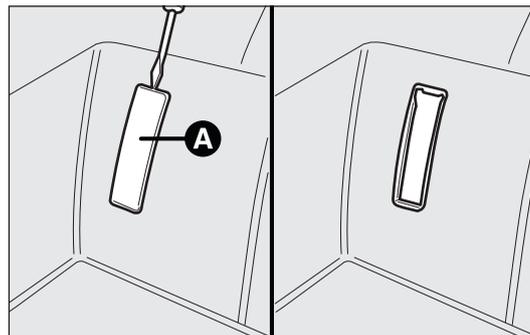
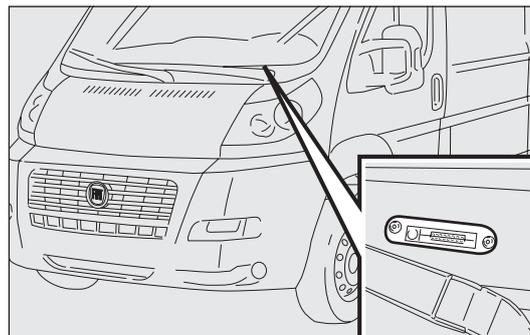

fig. 236
fig. 237
**MARCATURA DELL'AUTOTELAIO fig. 236**
Sono ubicate rispettivamente: una sul passaruote interno lato passeggero, A-fig. 236 l'altra sulla parte bassa del parabrezza fig. 237.